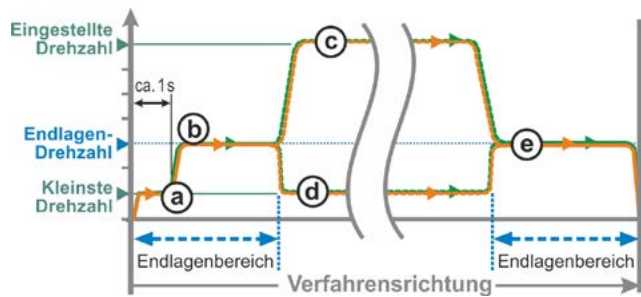

Abb. 1: Endlagen-Drehzahl ‚Normal‘
- **aus** der Endlage mit der kleinsten Drehzahl, ca. 1 sec. (Abb. 1: Kurve **a**), um dann auf die Endlagendrehzahl zu schalten, siehe **b**;